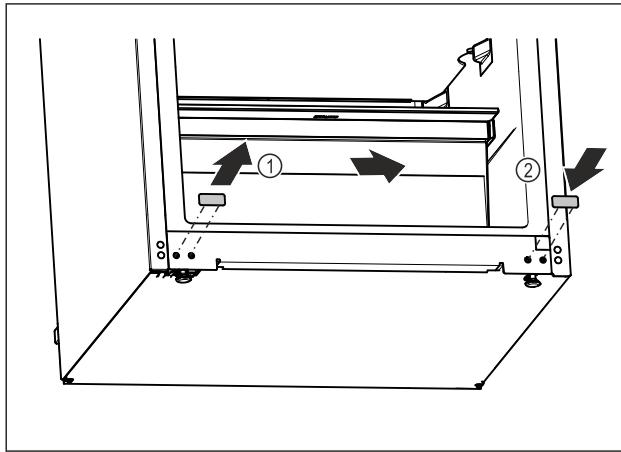

Fig. 21
- ▶ Izvucite pokrovni čep. Fig. 21 (1)
- ▶ Umetnite pokrovni čep na suprotnu stranu. Fig. 21 (2)